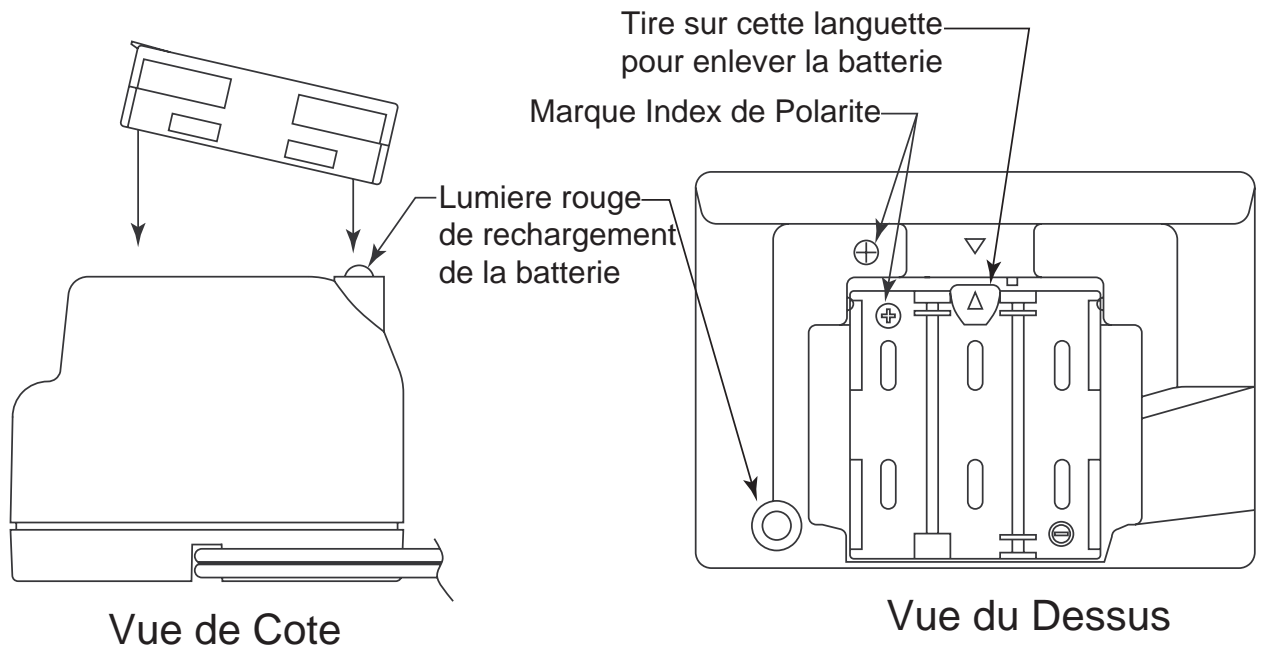

Figure 7: Mettre la Batterie dans la Station de Recharge
2. Insérer-y la batterie Ni-Cd tel qu'illustré dans la figure 7 ci-dessous, de façon à ce que les contacts en métal sur le bout de la batterie entrent en contact avec ceux du chargeur. Quand le contact se fera, la lumière rouge du chargeur s'allumera.